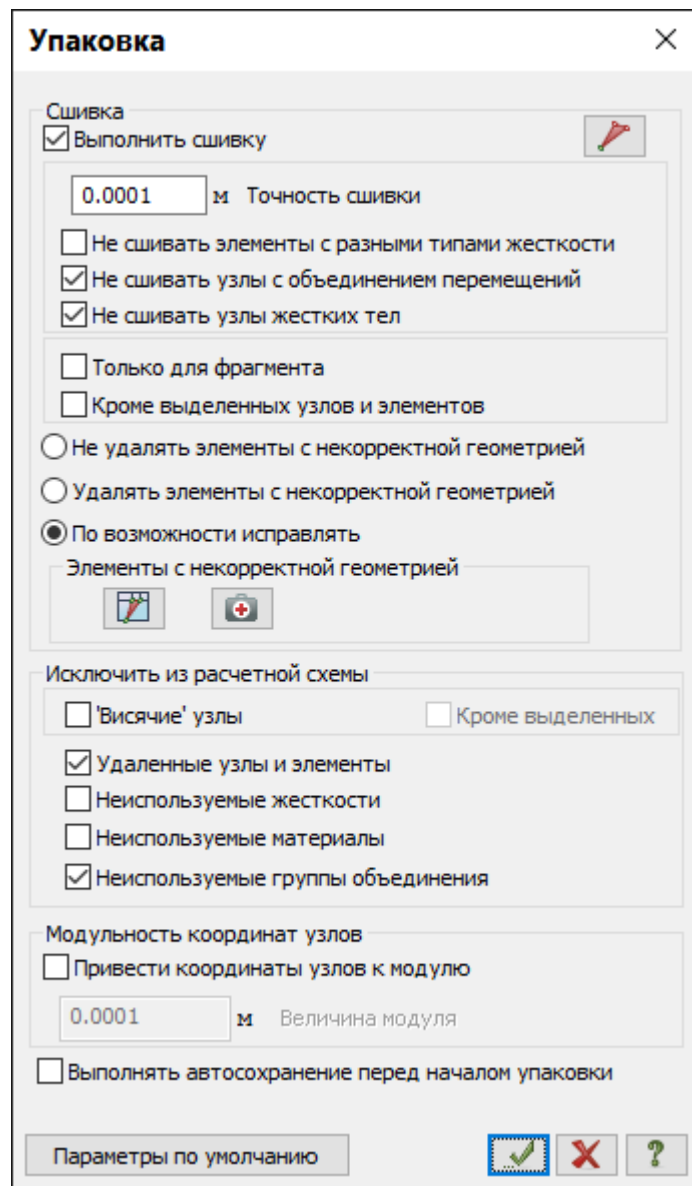

Рис.16.3. Диалоговое окно **Упаковка**
- Щелчком по кнопке  – **Упаковка схемы** (панель **Редактирование** на вкладке **Создание и редактирование**) вызовите диалоговое окно **Упаковка** (рис.16.3).